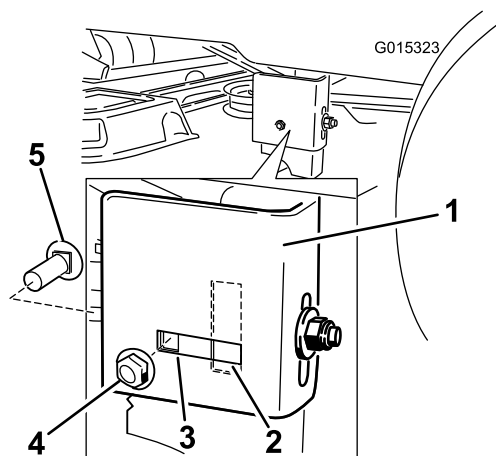

Figura 59
8. Verificate che il bullone a testa tonda laterale sia in posizione fissa o nella scanalatura (Figura 59).
Nota: Se il bullone a testa tonda laterale è in posizione fissa, rimuovete il bullone a testa tonda e il dado di bloccaggio laterali dalla posizione fissa e installateli nella posizione di regolazione con scanalature (Figura 59).